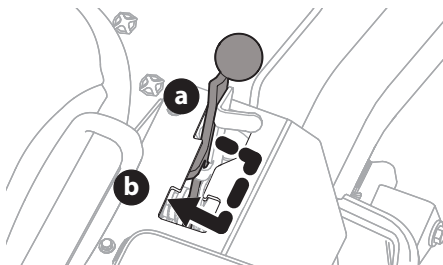

Fig. 21
3. Active el freno de mano colocando los pedales de control de la transmisión en punto muerto, empujando la palanca del freno de mano hacia la derecha fuera de la posición "apagado" (a) y tirando de la palanca hacia atrás hasta que se bloquee en la posición "encendido" (b) (Fig. 21).